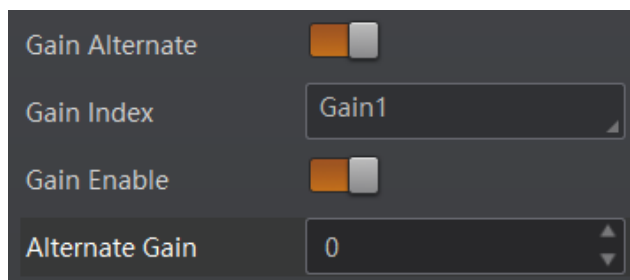

图3-13 交替增益
5. 在 Alternate Gain 中设置所选参数的增益值，如图 3-13 所示。